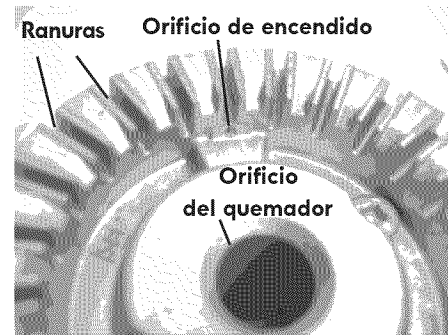

Fig. 1 - Cabeza de quemador superior
4. Oprima y gire la perilla de control del cajón calentador hacia cualquier lado hasta llegar al ajuste de temperatura deseado (ver Fig. 1).
- Limpie toda la suciedad pegada al marco del horno, al revestimiento de la puerta fuera de la junta de la puerta del horno y al área pequeña en la parte delantera central de la parte inferior del horno (vea la Fig. 1). Estas áreas se calientan lo suficiente como para quemar la suciedad acumulada sobre la superficie. Limpie usando jabón y agua antes de iniciar el ciclo de limpieza “Select Clean” (vea la Fig. 1).
- **NO** limpie la junta de la puerta del horno (vea la Fig. 1). El tejido del material de la junta de la puerta del horno es esencial para un buen aislamiento. Se debe tener mucho cuidado de no frotar, dañar ni extraer la junta de la puerta. **NO** use ningún agente de limpieza en la junta de la puerta del horno. Esto podría dañar la junta de la puerta.
Cada cabeza de quemador tiene un orificio de encendido ubicado según se muestra. Si experimenta problemas de encendido, es posible que este orificio de encendido esté parcialmente tapado con suciedad. Con la cabeza del quemador en su lugar, utilice una aguja fina o el extremo de un clip para limpiar el agujero de encendido (vea la Fig. 1; se muestra el estilo redondo; el quemador ovalado de algunos modelos no se muestra).
1. Abra completamente la puerta del horno (dejándola horizontal con el piso – Fig. 1).
3. Abra completamente la puerta del horno (dejándola horizontal en relación con el piso; Fig. 1).